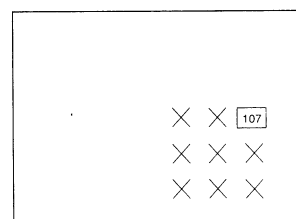

Bild 15
- Stellen Sie den Wert auf dem Bildschirm auf 107 (Bild 15).